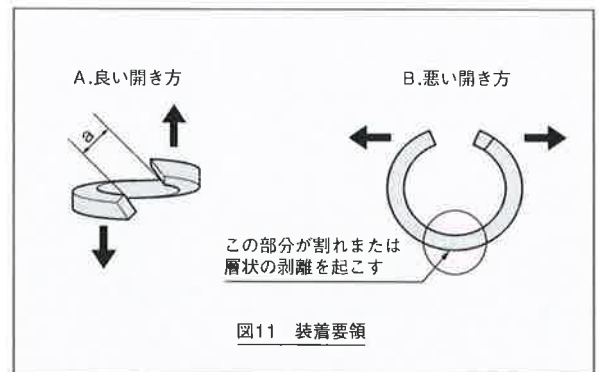

図11 装着要領
- (12)リング成形パッキンを装着する場合に、図11のAのように軸方向にねじるようにして開いてください。Bのように開くと、パッキンが、破損する場合があります。
- (13)図11のAの開口部(a)は、シャフト径より大きく開かないでください。開き過ぎると、パッキンが、破損する場合があります。